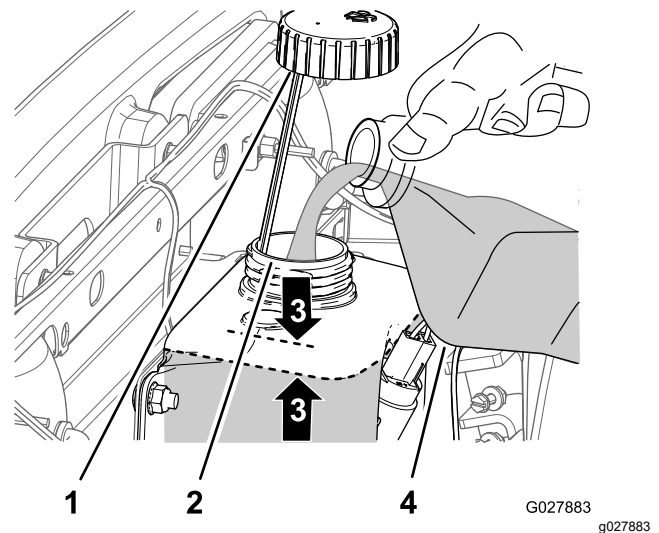

Figure 52
2. Retirez le bouchon du réservoir de lave-glace (Figure 52).
3. Versez de l'eau ou du liquide lave-glace dans le goulot de remplissage du réservoir jusqu'à 25 mm du haut du réservoir (Figure 52).
4. Remettez fermement le bouchon sur le goulot de remplissage (Figure 52).